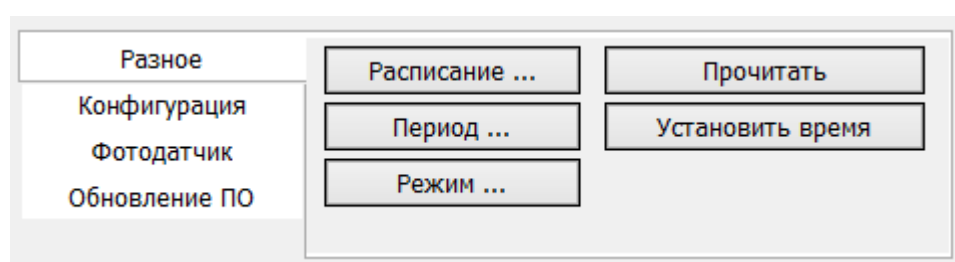

Рисунок 11 – Вкладка «Разное»
11.5.1 В главном окне в списке доступных БУС выбрать требуемый серийный номер БУС, открыть вкладку «Разное» и нажать «Установить время» (рисунок 11).
11.6.1 БУС периодически отправляет радиопакеты на сервер сети «LoRaWAN». В главном окне в списке доступных БУС выбрать требуемый серийный номер БУС, открыть вкладку «Разное» и нажать «Период» (рисунок 11).
11.7.1 В главном окне в списке доступных БУС выбрать требуемый серийный номер БУС, открыть вкладку «Разное» и нажать «Расписание» (рисунок 11).